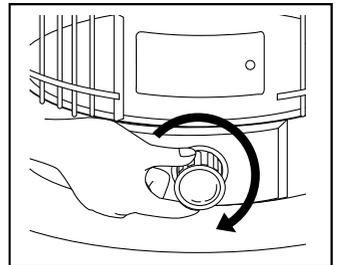

Fig.12
- Gire la perilla de ajuste de la mecha en dirección de las manecillas del reloj hasta que la mecha se haya elevado a su altura máxima. (Fig. 12)